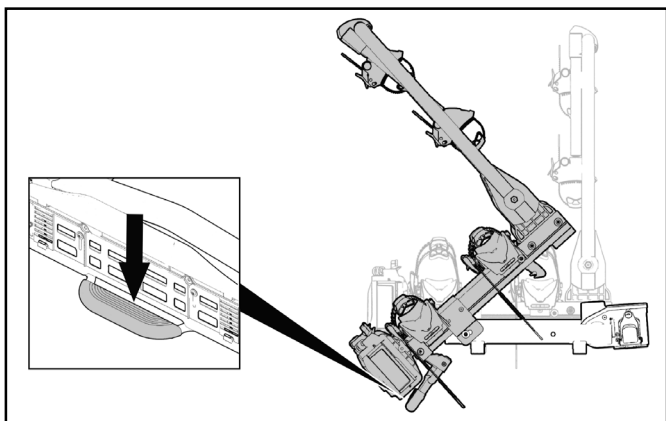

Figura 23 Ripiegamento del portabici
- ▶ Durante l'abbassamento, tenere saldamente il portabici dalla bicicletta. Allentare il blocco con il piede e con la mano ribaltare il portabici verso il basso (figura 23).